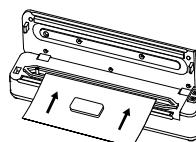

图1
3. 将保鲜袋开端放进机器真空室内（一般超出真空室内壁3-5mm即可），确保袋子不漏气，如图1；